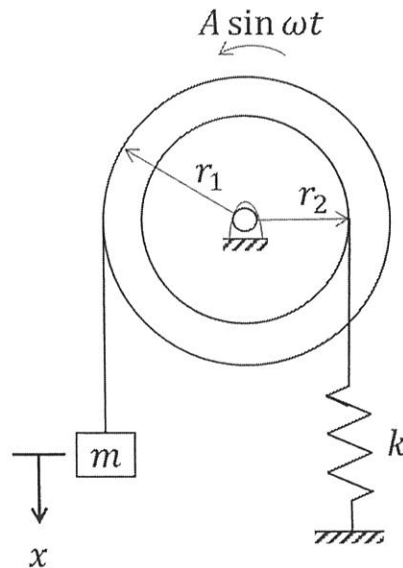

図1
図1に示すように、二重滑車の外側の滑車の円周に沿って巻き付けられたひもを介して質量 m の重りが吊り下げられ、内側の滑車の円周に沿って巻き付けられたひもの端がバネ係数 k のバネを介して床に結合されている。ひもと滑車の間に滑りは生じないものとする。内外の滑車はともに、一様な円盤形状であり、外側の滑車の質量は M_1 、半径は r_1 であり、内側の滑車の質量は M_2 、半径は r_2 である。外側と内側の滑車の軸は共通で、床に対して固定されたモータの軸に結合されている。モータにより二重滑車には $A \sin \omega t$ の周期的トルクが印加されている。さらに、質量 m の重りは重力方向にのみ動くものとし、モータのトルクが作用しない場合のつり合い位置からの質量 m の重りの変位を x 、重力加速度を g とする。このとき、以下の問に答えなさい。
- 問4 図1の系の運動方程式を、変位 x を用いて表しなさい。
- 問5 周期的トルクの振幅 A が 0 ($A = 0$) で、質量 m の重りが微小振動している場合の、図1の系の固有角振動数 ω_n を求めなさい。